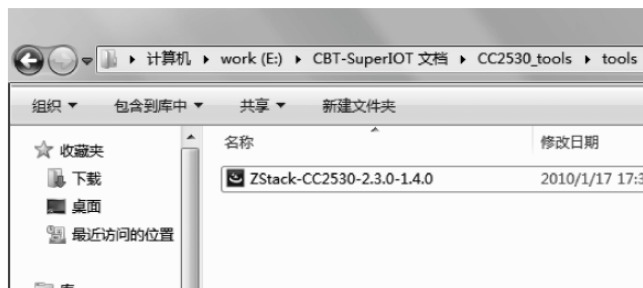

图 1.10 协议栈安装包
(1) 双击 ZStack-CC2530-2.3.0-1.4.0 开始安装,如图 1.10 所示。